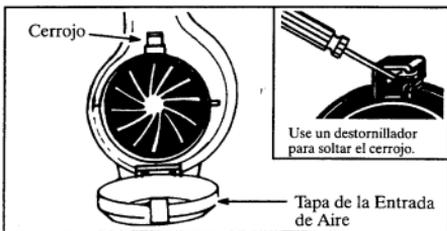

Figura 14
- Abra la tapa de la entrada de aire (Figura 14).